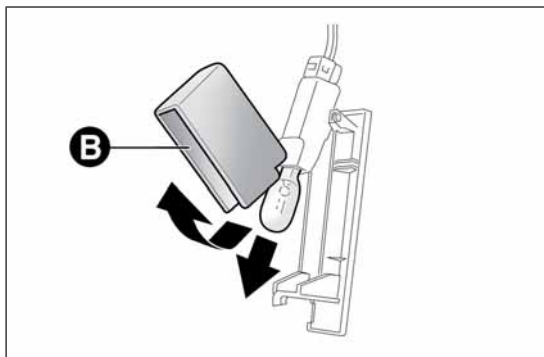

РИС. 145
- откройте крышку В РИС. 145 и замените лампу;